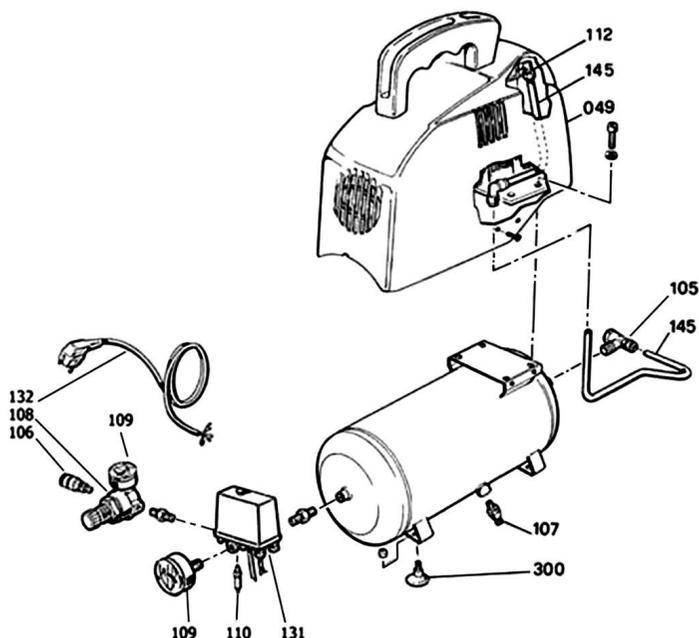

Fig. 1
- Vider la cuve ➢ Purger (incliner l'appareil) (**Fig.1**)